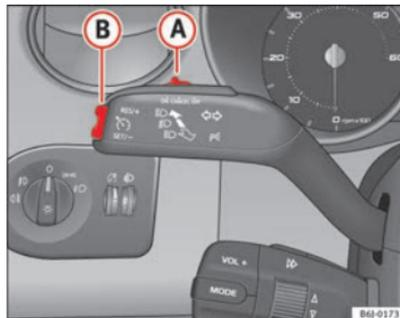

Fig. 125 Alavanca das luzes indicadoras de mudança de direcção e dos máximos: comando e botão basculante para o regulador de velocidade
- Empurrar o cursor ⇒ Fig. 125 **A** para esquerda para **ON**.